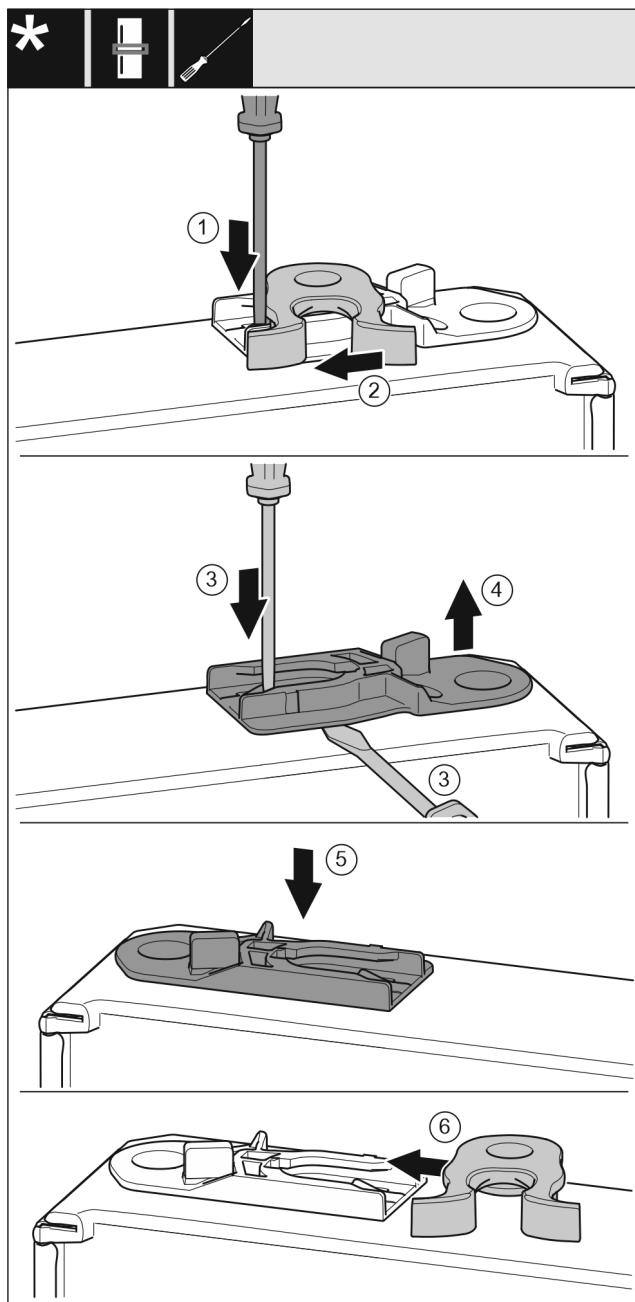

Fig. 17
- ▶ Нажмите шлицевой отверткой на накладку вниз. Fig. 17 (1)
- ▶ Выведите запорный крючок из направляющей. Fig. 17 (2)
- ▶ Извлеките направляющее гнездо: Нажмите на накладку шлицевой отверткой и одновременно переместите ее при помощи шлицевой отвертки под направляющее гнездо. Fig. 17 (3, 4)
- ▶ Входящее в комплект поставки направляющее гнездо вставьте на другой стороне корпуса. Fig. 17 (5)
- ▶ Запорный крючок вставьте в направляющую. Fig. 17 (6)